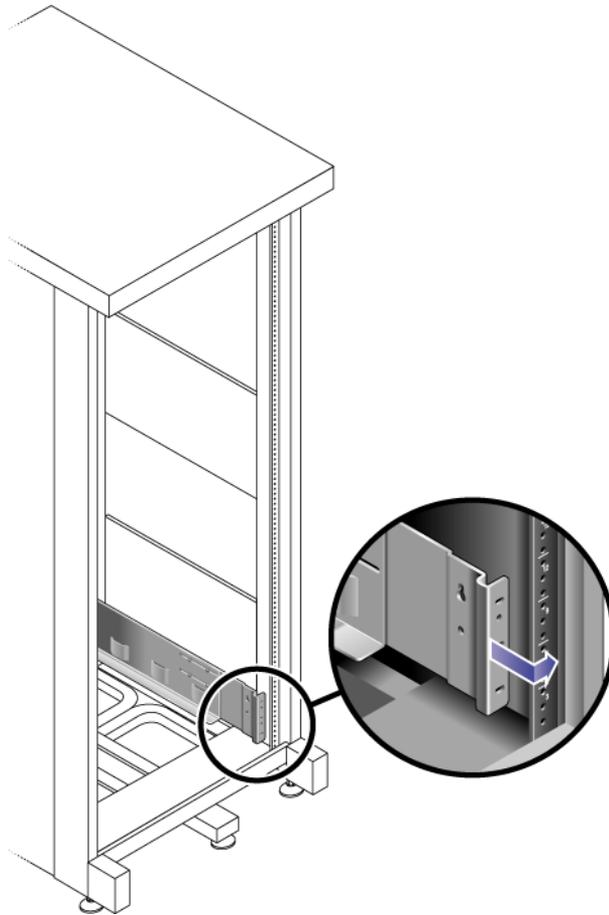

図 2-4 キャビネット背面での左側レールの長さの調節
4. キャビネットの背面で、キャビネットに合わせて左側レールの長さを調節し、レールのフランジをキャビネットレールの正面側にかぶせます (図 2-4)。